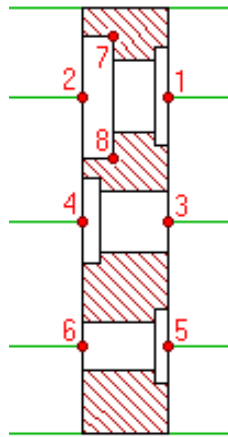

Рисунок 1.13 – Головний вигляд
Після виконаних операцій Ваше креслення повинне виглядати таким чином (рис. 1.13):
57. Вкажіть точки 7 і 8 (рис. 1.13).